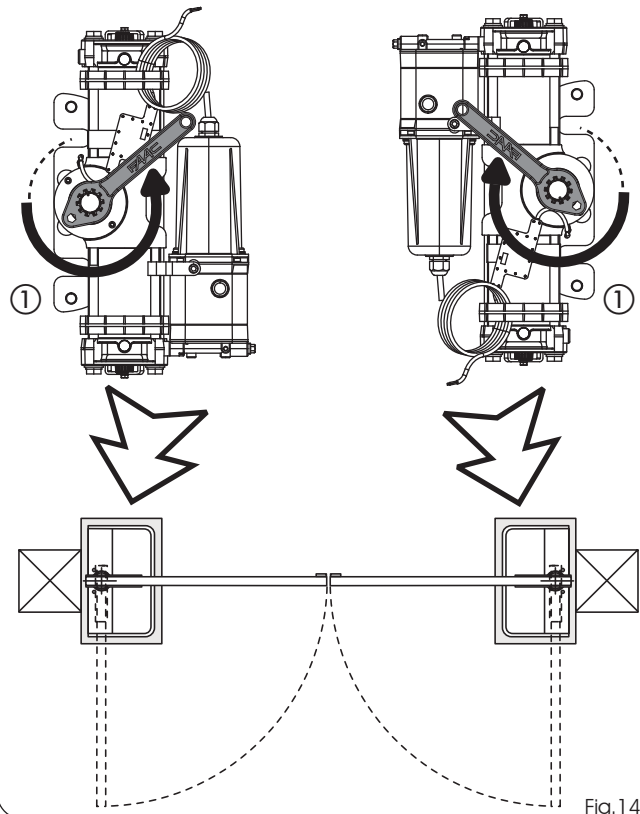

Fig.14
- 5) Tourner le pignon de l'opérateur avec la clé fournie en dotation (Fig.14 réf.①), **dans le sens de la fermeture du portail**, jusqu'à atteindre la butée intérieure du piston et enlever la clé.